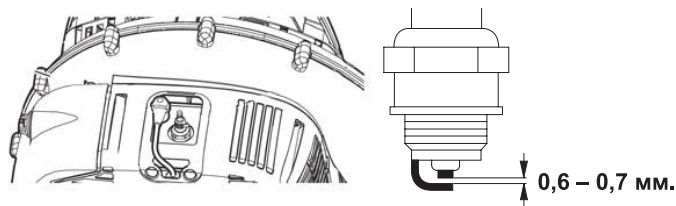

Рис. 9
7.2. Обслуживание свечи зажигания (Рис. 9)